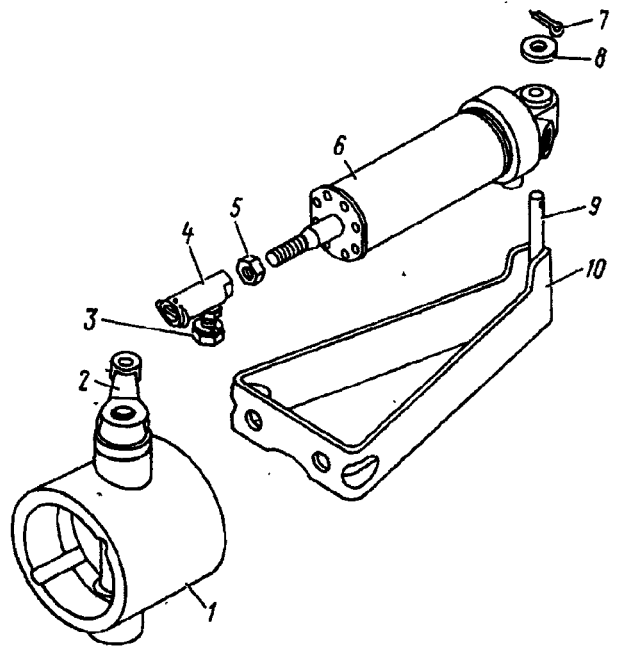

Рис. 61. Установка пневматического цилиндра вспомогательной тормозной системы:
2. Отвернув гайку 3 (рис. 61), снимите цилиндр 6 в сборе с рычагом 2 корпуса 1 вспомогательной тормозной системы